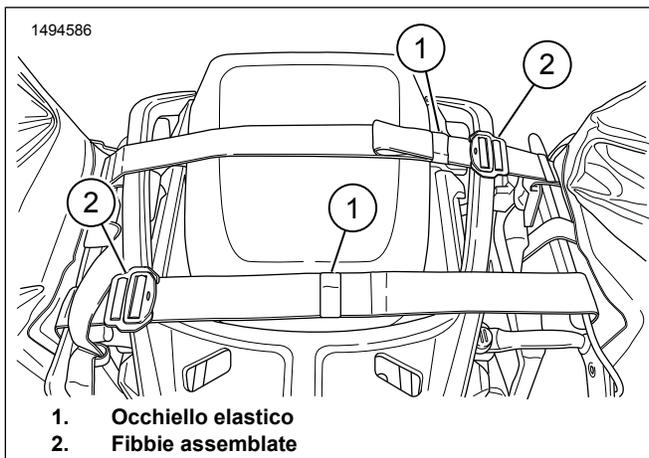

Figura 3. Cinghie sul sellino
4. Figura 3 Montare le borse sul veicolo, connettendo le cinghie sopra la parte posteriore del sellino.
6. Figura 3 Inserire la parte di cinghia in eccesso negli occhielli elastici (1).